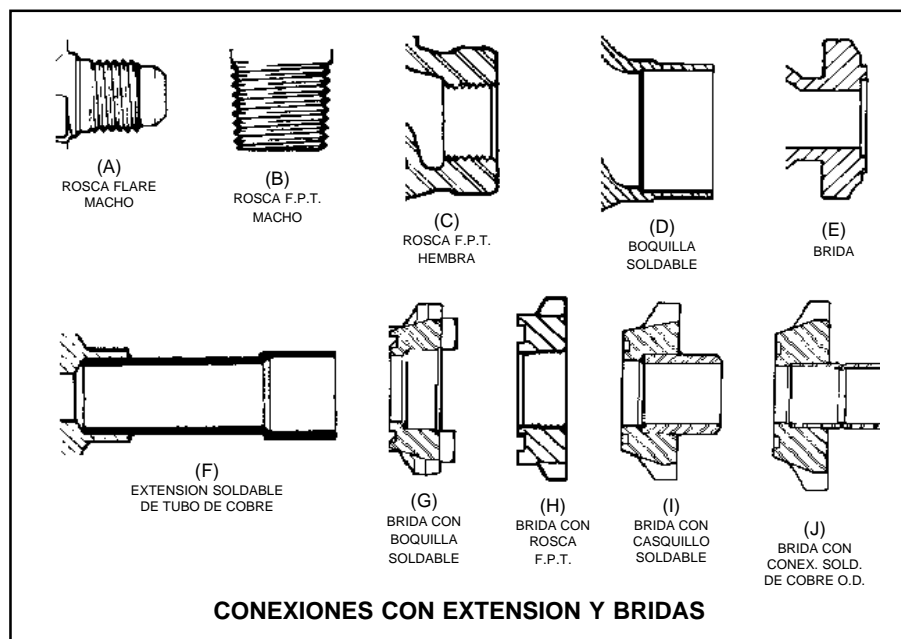

Figura 8.5 - Diferentes tipos de conexiones de válvulas de paso.
**Configuración de la Conexión** - Este es un término general que designa cómo se va a fijar la válvula a la tubería del sistema. Estas configuraciones varían con el diseño de la válvula. En la figura 8.5 se muestran diferentes tipos de configuraciones de conexiones, tanto para refrigerantes halogenados, como para amoníaco.
Las conexiones integrales son las que llevan maquinados los extremos del cuerpo de la válvula, figura 8.5 A, B, C, D, y E. En esta última, a la conexión para brida se le pueden
unir bridas removibles por medio de tornillos y tuercas, figura 8.5 G, H, I y J. Las extensiones soldables de tubo de cobre, se utilizan generalmente en válvulas de paso soldables, en las que un exceso de calor pudiera dañar alguna de las partes internas (figura 8.5 F).